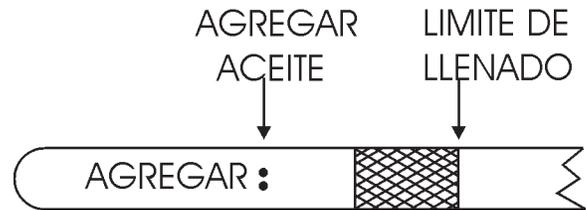

Figura 11. Varilla medidora
4. Si el nivel de aceite es bajo, añada aceite a través del espacio para llenar, **NO** llene de más. Llene al nivel operativo normal, como se muestra en la varilla (Figura 28). Verifique que el nivel de aceite se mantiene entre las dos marcas, como se muestra en la Figura 11. Siempre llene con el tipo de aciete recomendado en la Tabla 6. Refierace a laTabla 2, para saber la capacidad de aceite el motor.